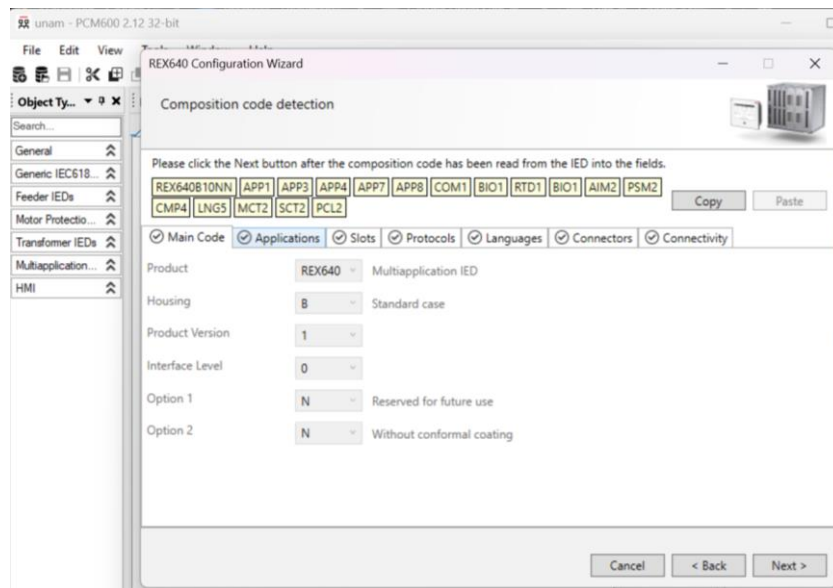
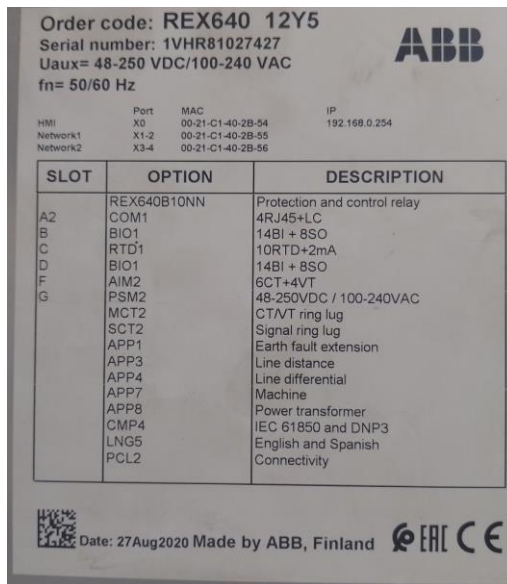

Imagen 26_Ventana del código del relevador REX640.
Imagen 27_Etiqueta de datos del relevador REX640.
1.11 Se mostrará una ventana como la de la **Imagen 26**, si realizamos los pasos de manera correcta el código de detección debe ser igual al que se encuentra al costado de nuestro relevador como la que se muestra en la **Imagen 27**, en nuestro caso podemos observar que fue así.